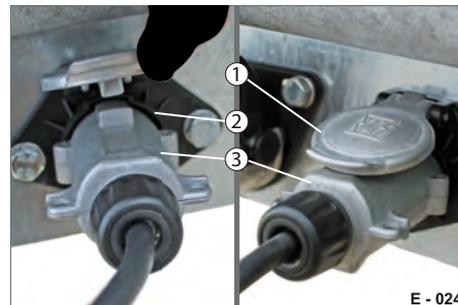

Abb. 8 Stecker, geparkt
- ▶ Deckel (Abb. 8/1) öffnen.
- ▶ Stecker (Abb. 8/3) aus der Parkdose (Abb. 8/2) herausziehen - nicht am Kabel ziehen.